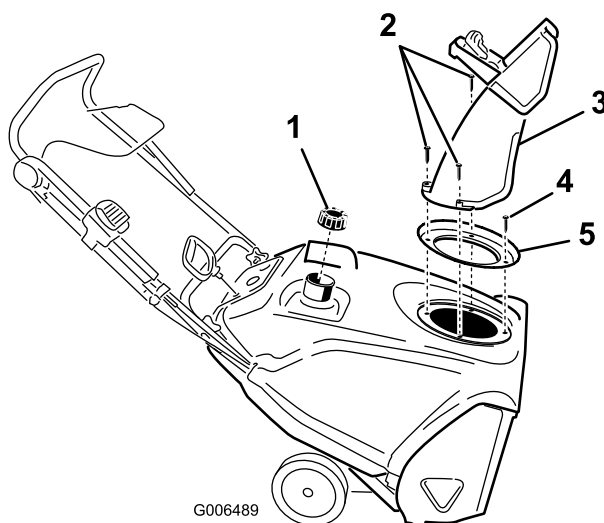

Figure 31
- Enlevez les 3 grandes et la petite vis pour pouvoir déposer l'éjecteur, la poignée de l'éjecteur et le joint de l'éjecteur (Figure 31).